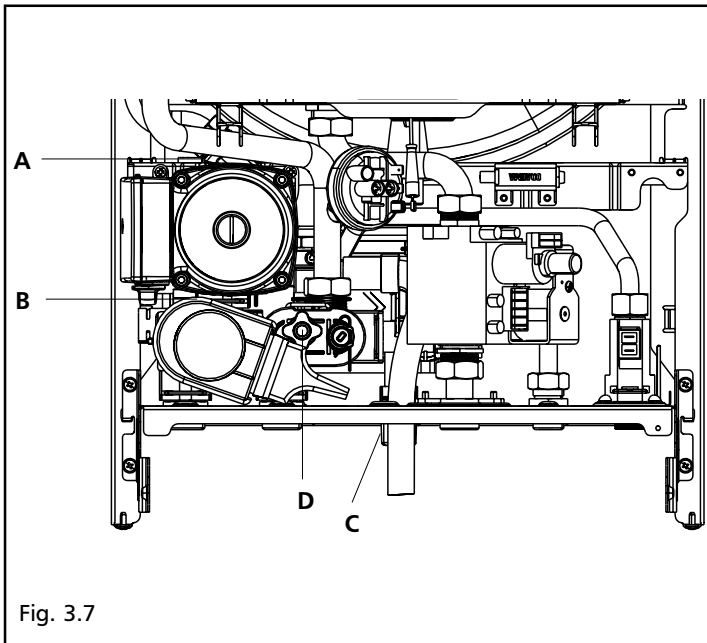

Fig. 3.7
Per i riferimenti ai vari componenti consultare il disegno raffigurato in fig. 3.7.
- allentare la valvola di scarico caldaia (D) (fig. 3.7)